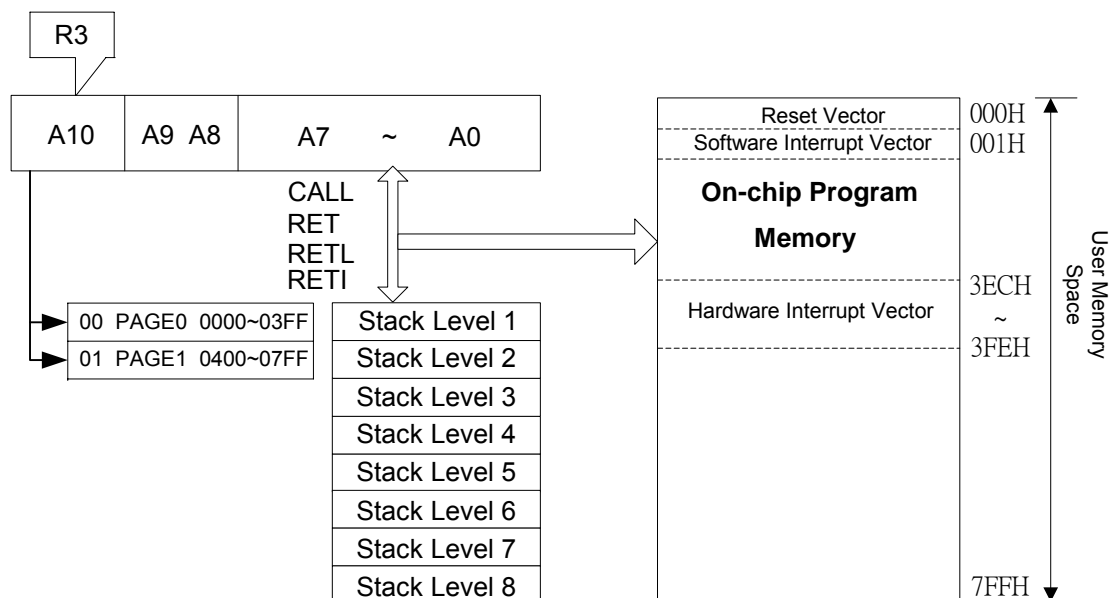

图4 程序计数器组织结构图
- 依靠设备类型，R2和硬件堆栈为11位宽。结构描述见图4。